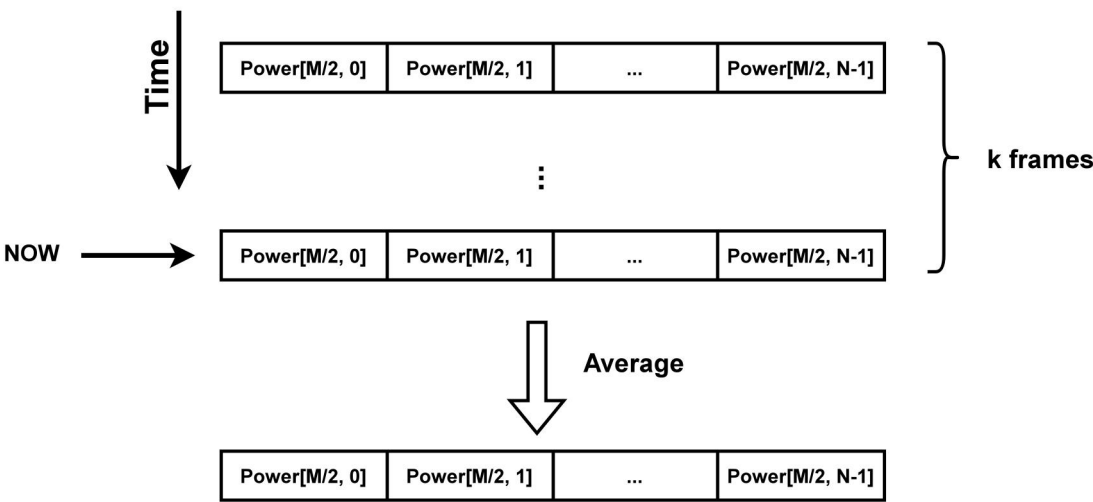

图 2-32 平滑处理计算方法
- (3) 平滑处理：在“单帧”的基础上，计算最近 k 帧（可配置）“单帧”结果的均值，以减小随机噪声波动，提高目标检测稳定性，计算流程如图 2-32 所示；